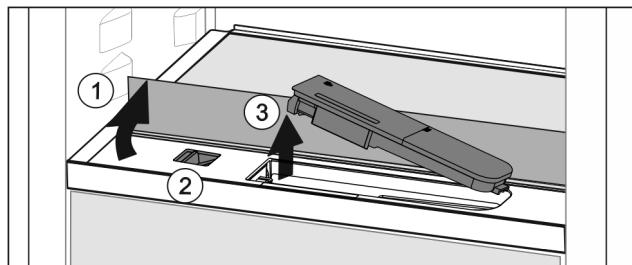

Fig. 87
- ▶ Skleněnou desku nadzvedněte a zaklapněte dozadu až na doraz Fig. 87 (1).
- Posuvník Fig. 87 (2) posuňte doleva.
- Vyjměte nádržku na vodu Fig. 87 (3).